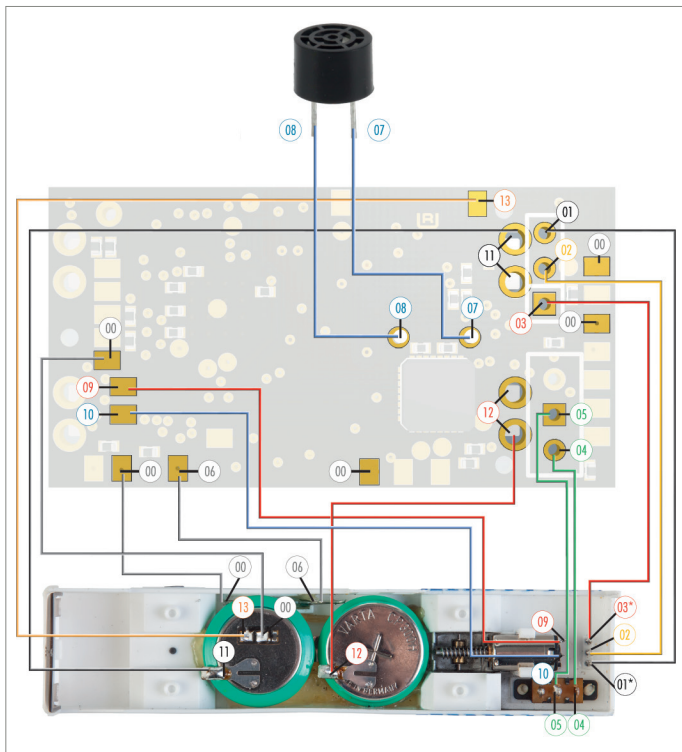

Abb. 40: Anschlussschema, Typ Bus-Modell
***HINWEIS:** Beachten Sie den zuvor von Ihnen definierten und markierten "+" (Plus)-Pol der Ladebuchse und verbinden Sie diesen mit dem Anschluss "03" der Umrüstplatine. Im Anschlussschema Abb. 40 sind "01" und "03" fahrzeugeitig lediglich Beispielbelegungen. S.a. Kap. "Fahrzeug umrüsten".